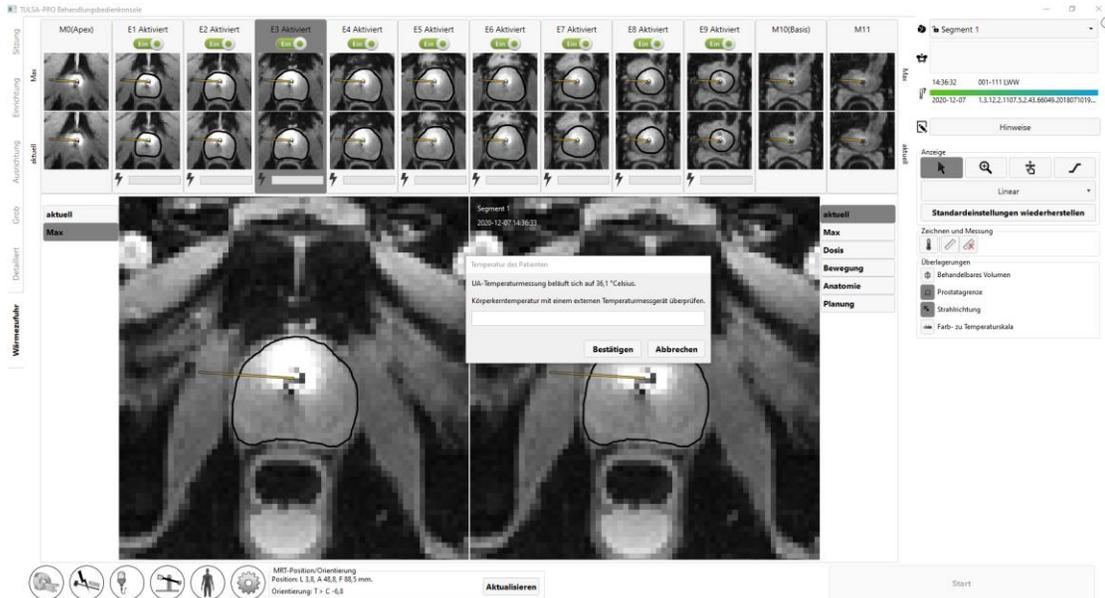
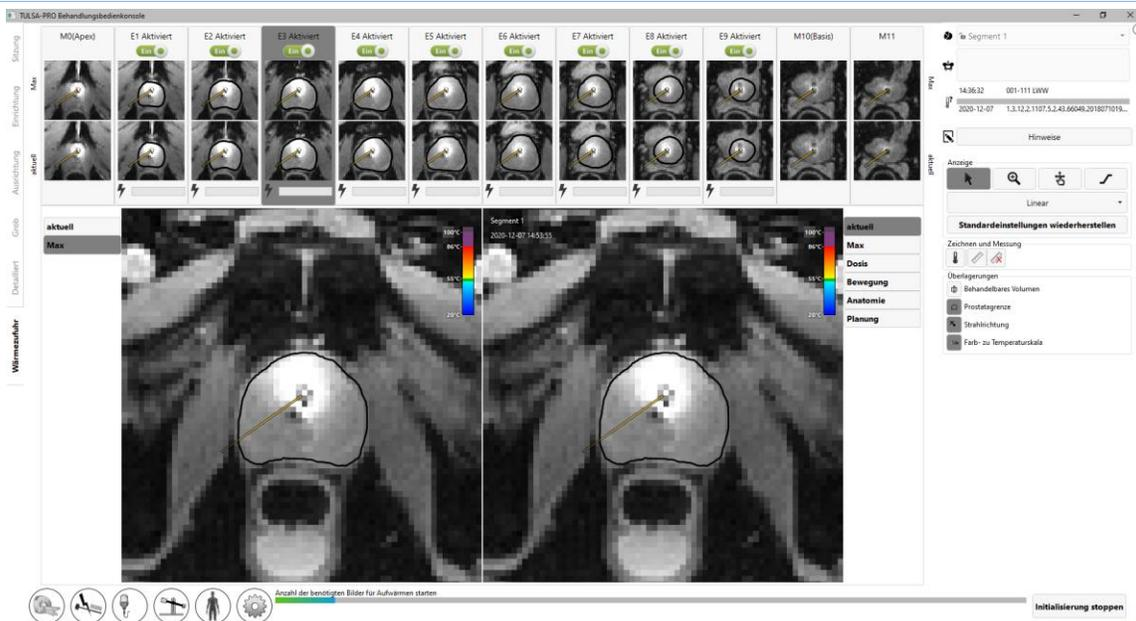

Abbildung 75: Der Benutzer muss die Körperkerntemperatur des Patienten eingeben, bevor er zu „Verabreichung“ übergehen kann
Abbildung 76: Status „Initialisieren der Behandlung“
7. Radiologe: Klicken Sie in der TDC auf **Behandlung starten**. Sie werden aufgefordert, vor dem Fortfahren die Körperkerntemperatur mit einem externen Temperaturmessgerät zu kontrollieren (*Abbildung 75*). Geben Sie die Temperatur in Grad Celsius ein, und klicken Sie auf **Bestätigen**. Die TDC wechselt dann in den Status **Initialisieren der Behandlung** und ist nun zum Empfangen von Thermometriebildern bereit (*Abbildung 76*).